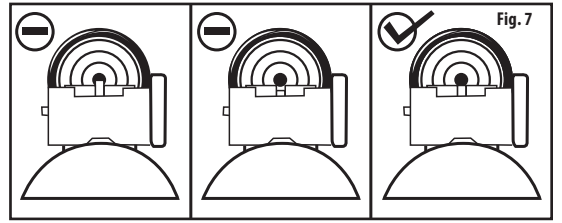

Fig. 7
1. En el caso de modelos con miras abiertas, el rifle de aire está apuntado correctamente cuando la hoja de la mira delantera está posicionada en la muesca de la mira trasera (Fig. 7).